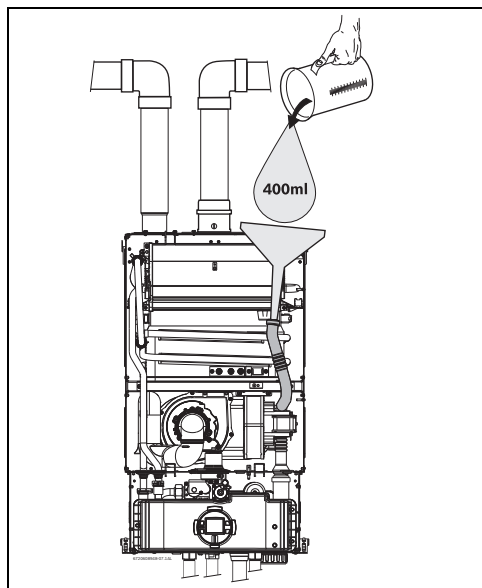

Fig. 34 Enchimento do reservatório de água após a instalação.
- ▶ Encher o reservatório de condensados com aproximadamente 400ml de água pelo tubo de condensados. De forma a evitar danos no aparelho use um funil na extremidade do tubo, ver Fig. 34.